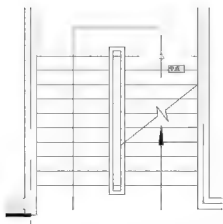
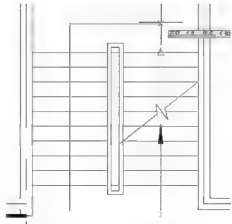

图 2.117 光标放在踏步线 midpoint
图 2.118 寻找水平线和垂直虚线的交点
(4) 在指定下一个点或 [圆弧(A)/半宽(H)/长度(L)/放弃(U)/宽度(W)]: 提示下, 将光标放置在如图 2.117 所示的踏步线 midpoint 位置, 单击, 然后将光标垂直向上拖动, 拖出垂直虚线。把光标放置在如图 2.118 所示的水平线和垂直虚线的交点位置, 然后单击, 以确定下行第二段箭头杆的长度, 并保证第二段箭头杆的位置能够居中于右侧梯段。